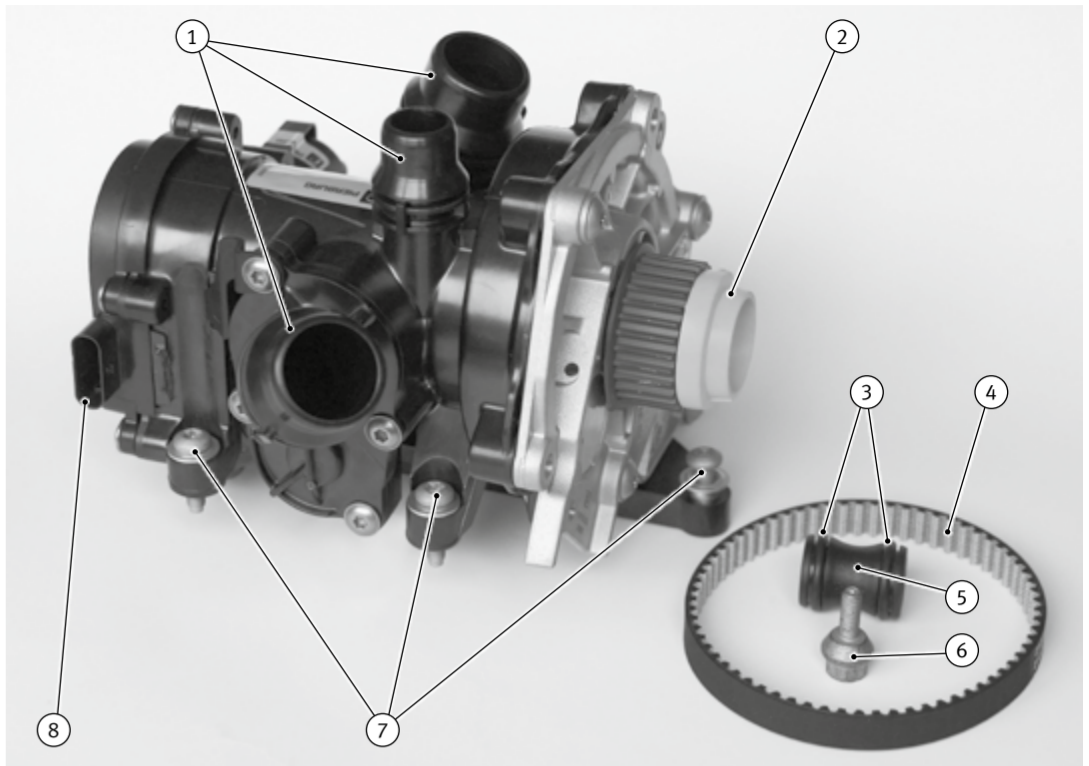
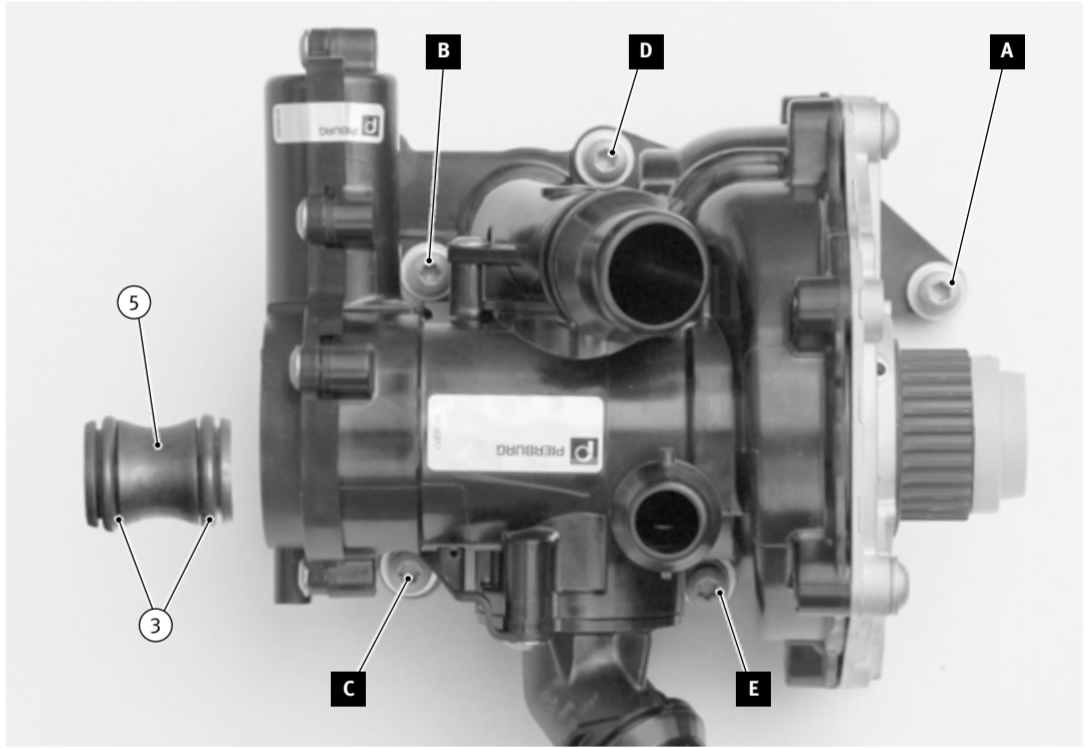

Abb. 1/Fig. 1/Puc. 1/图1
Abb. 2/Fig. 2/Puc. 2/图2
- Completely remove the toothed belt (4) on the water pump. To do this, loosen the tapered screw on the balancer shaft drive pinion.
- Loosen the screws (7) on the old water pump.
- Also remove the old connecting piece (5), i.e. the connection to the oil cooler (10).
- Scope of supply: See Fig. 1.
- If not already pre-assembled: Fit the sealing rings supplied (3) on the new connecting piece (5) and attach to the water pump. Then carefully position the water pump in the engine compartment, pushing the opposite site of the connecting piece (5) into the connection on the oil cooler (10).
- Engage the water pump with the centring pins (9) on the engine block. Use a mirror as an aid if necessary.
- Securely screw on the water pump crosswise using pre-fitted new screws (7).
- **Attention:** The sequence for tightening the bolts must be followed (Fig. 2): [A] – [B] – [C] – [D] – [E]
- Place the new toothed belt (4) on the water pump and the balancer shaft.
- Attach the drive pinion on the balancer shaft with the new tapered screw supplied (6). Tightening torque: 10 Nm + ¼ turn
- Only remove the yellow protective cap (2) now.
- Re-attach all connections (1) and plugs (8) removed, engage and securely tighten.
- Retirer entièrement la courroie dentée (4) de la pompe à eau. Pour ce faire, desserrer la vis conique sur le pignon d'entraînement sur l'arbre compensateur.
- Desserrer les vis de fixation (7) de l'ancienne pompe à eau.
- Retirer également l'ancienne pièce intermédiaire (5), c'est-à-dire la liaison avec le radiateur d'huile (10).
- Ensemble de livraison : voir Fig. 1.
- Si pas déjà prémontée : Munir la nouvelle pièce intermédiaire (5) des bagues d'étanchéité (3) jointes et la fixer à la pompe à eau. Remplacer ensuite prudemment la pompe à eau dans le compartiment moteur en enfonçant le côté opposé de la pièce intermédiaire (5) dans le raccord sur le radiateur d'huile (10).
- Enclencher la pompe à eau dans les goujons de centrage (9) sur le bloc-moteur. S'aider d'un miroir si nécessaire.
- Visser la pompe à eau en croix avec les vis (7) neuves prémontées. **Attention :** Respecter impérativement l'ordre de serrage des vis (Fig. 2) : [A] – [B] – [C] – [D] – [E]
- Placer la courroie dentée (4) neuve sur la pompe à eau et l'arbre compensateur.
- Fixer le pignon d'entraînement sur l'arbre compensateur avec la vis conique (6) neuve jointe. Couple de serrage : 10 Nm + ¼ de tour
- Maintenant seulement, retirer le capuchon jaune (2) !
- Remettre en place, enclencher et bien fixer les raccords, connexions (1) et la prise mâle (8) qui ont été démontés.
- Комплект поставки: см. рис. 1.
- Если предварительно еще не смонтировано: установите входящие в комплект поставки уплотнительные кольца (3) на новый соединительный переходник (5) и закрепите его на водяном насосе.
- Затем аккуратно расположите водяной насос в моторном отсеке, вставив другую сторону соединительного переходника (5) в патрубок масляного радиатора (10).
- Зафиксируйте водяной насос на центрирующих штифтах (9) блока цилиндров двигателя. При необходимости используйте при этом зеркало в качестве вспомогательного средства.
- Плотно закрепите водяной насос с помощью предварительно установленных новых болтов (7). **Внимание!** При затяжке болтов обязательно соблюдайте надлежащую последовательность (Рис. 2): [А] – [В] – [С] – [D] – [Е] Момент затяжки: 9 Н·м
- Наденьте новый зубчатый ремень (4) на водяной насос и балансирный вал.
- Закрепите ведущую шестерню балансирного вала новым, входящим в комплект поставки винтом (6) с конической головкой. Момент затяжки: 10 Н·м + ¼ оборота **Внимание! Левая резьба!** При этом заблокируйте коленчатый вал от проворачивания с помощью подходящих средств.